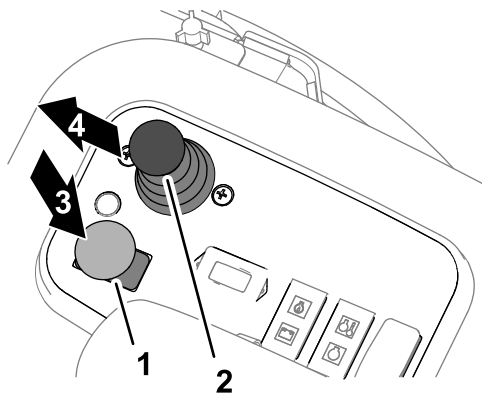

Figura 34
1. Acione o travão de estacionamento e pressione o interruptor de transmissão da unidade de corte para a posição DESENGATAR (Figura 34).